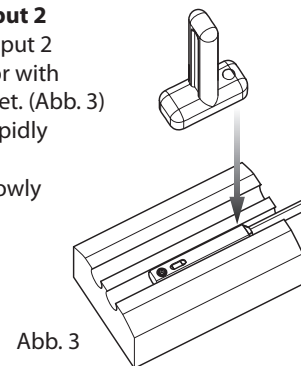

Abb. 3
- Markierung des Programmierwerkzeuges zum Kabelausgang (Abb.3)
- Programmierwerkzeug mit Markierung zum Kabelausgang auf dem Sensor platzieren (Abb. 3)
- Marking on programming tool aligned with cable outlet (Abb.3)
- Place programming tool on sensor with marking aligned with cable outlet. (Abb. 3)
- Repérage de l'outil de programmation en direction du départ du câble (Abb.3)
- Positionner l'outil de programmation sur le capteur avec le repère en direction du départ du câble (Abb.3)